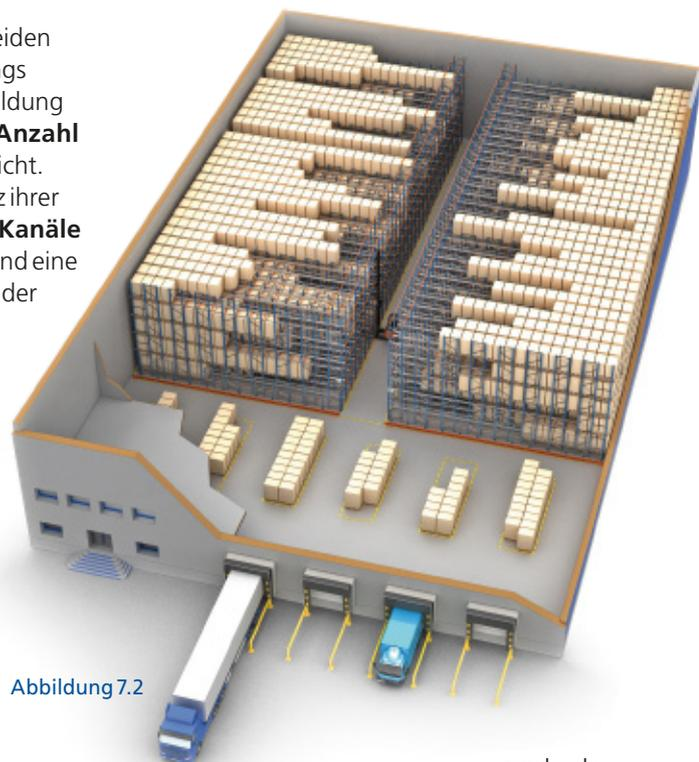

Abbildung 7.2
- ✓ Falls diese Regale auf beiden Seiten eines Arbeitsgangs installiert werden (Abbildung 7.2), wird eine **höhere Anzahl an Lagerkanälen** erreicht. Diese ermöglichen trotz ihrer geringeren Tiefe **mehr Kanäle pro Artikelnummer** und eine gleichzeitige Erhöhung der **effektiven Lagerkapazität**.